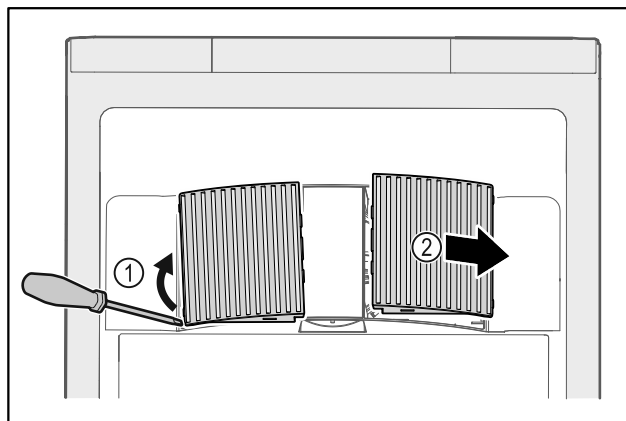

Fig. 126
- ▶ Opatrne vytiahnite kryty ventilátorov z bočnej strany Fig. 126 (1) a vyberte ich smerom dopredu Fig. 126 (2).